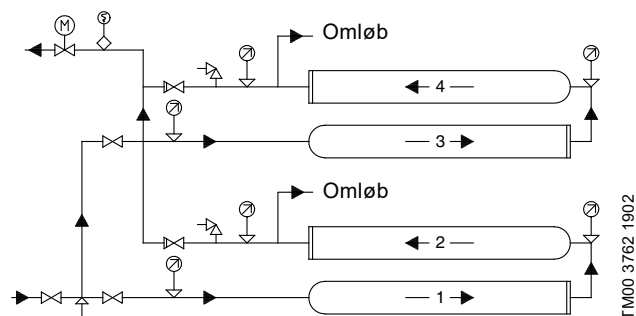

Fig. 8 Trykforøgeranlæg med to serieforbundne og parallelkoblede moduler, monteret over hinanden
- Til serieforbundne og parallelkoblede moduler som er monteret oven på hinanden, anbefaler vi at tilslutte rørene som vist i fig. 8.